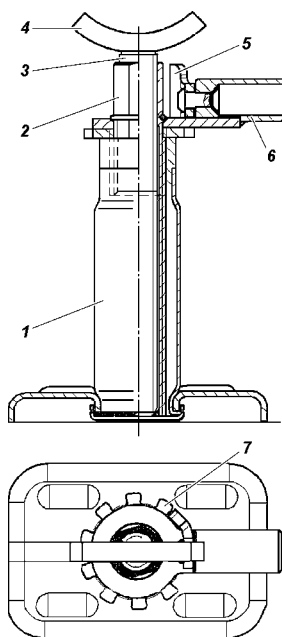
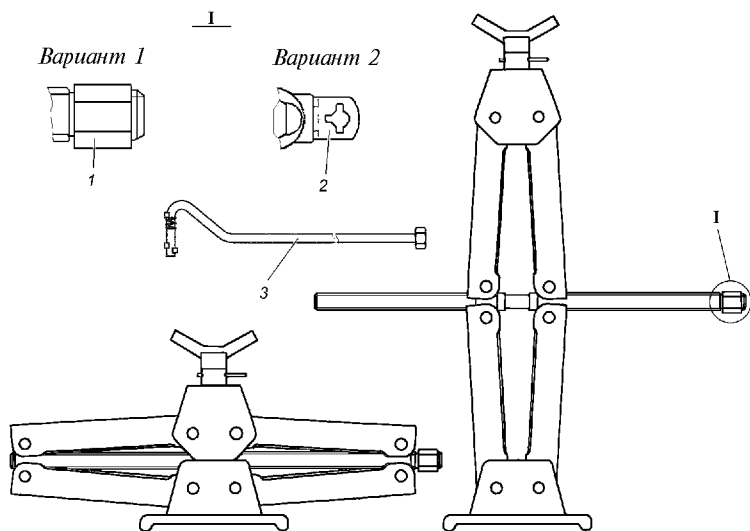

Рис. 10.1. Домкрат:
Рис. 10.2. Домкрат:
**Домкрат** (рис. 10.1 или 10.2) предназначен для вывешивания колес автомобиля при его техническом обслуживании или ремонте. Грузоподъемность домкратов 2 т. Наибольшая высота подъема домкрата, приведенного на рис. 10.1 - 240 мм, на рис. 10.2 - 295 мм.
**Последовательность действий для вывешивания колеса при применении домкрата, приведенного на рис. 10.1:**
**Последовательность действий для вывешивания колеса при применении ромбического домкрата, приведенного на рис. 10.2:**